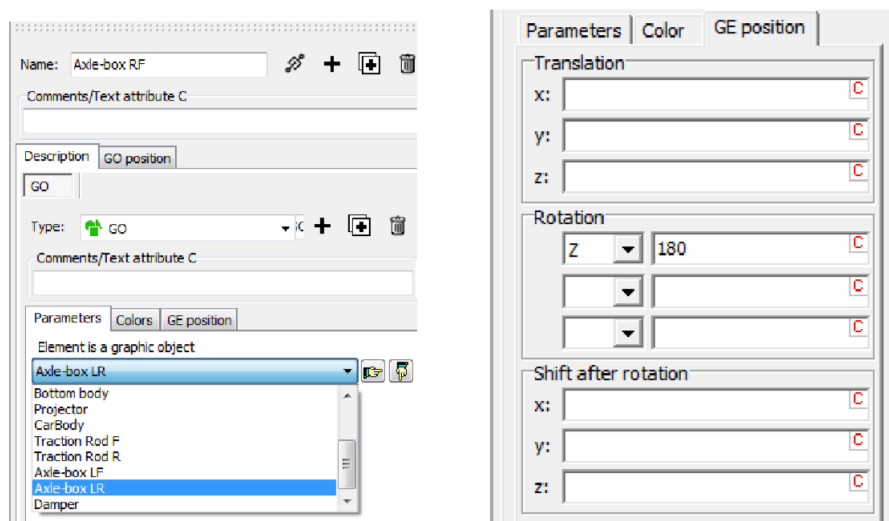

图 2.12
3. 从下拉菜单选择类型 **GO**，表示调用已有的几何图形。再从下拉菜单选择 **Axle-box LR**，如图 2.12 所示。